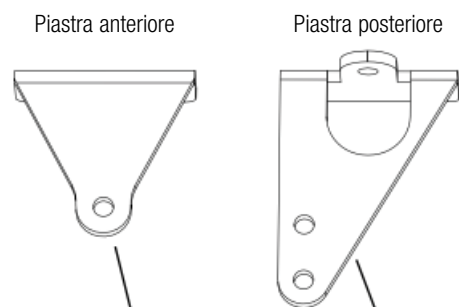
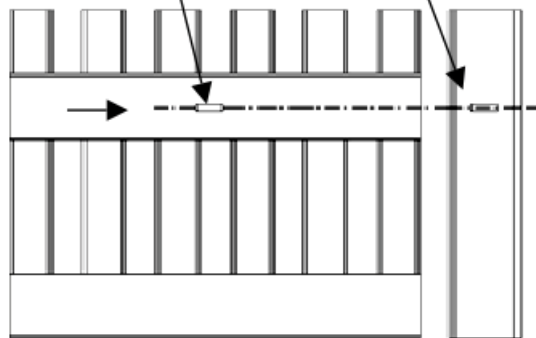

FIG. 4
FIG. 5
Fissare la piastra posteriore alla colonna (Fig. 4), rispettando le quote stabilite. Se la colonna è in ferro le si può avvitare direttamente l'attacco utilizzando tre viti filettate M8.
**ATTENZIONE:** nel determinare l'altezza da terra a cui fissare la piastra sul pilastro (Fig. 4), tenere conto che la piastra per l'ancoraggio del pistone sul cancello deve essere fissata allo stesso livello (Fig. 5).